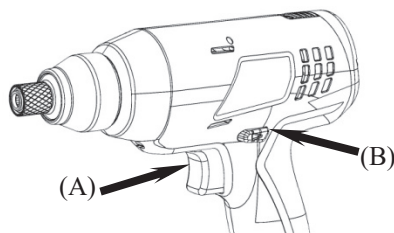

Figure. 3
Pour sélectionner le sens de rotation vers l'avant, RELÂCHER LE COMMUTATEUR (A) (voir Fig.3) et pousser le levier avant/arrière (B) (voir Fig.3) vers le côté gauche de l'outil. ◀
Pour sélectionner le sens de rotation inverse, RELÂCHER LE COMMUTATEUR (A) (voir Fig.3) et pousser le levier avant/arrière (B) (voir Fig.3) vers le côté droit de l'outil. ▶